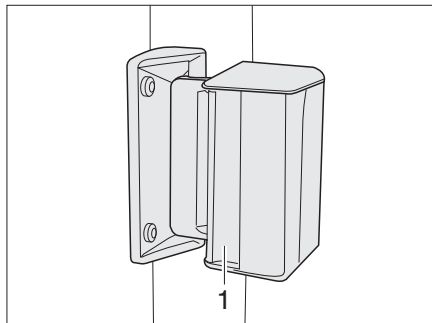

Bild 65 Schiebefenster
- Griff (Bild 65,1) drücken und gleichzeitig nach vorn oder hinten schieben oder ziehen.